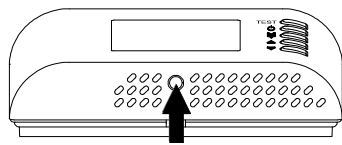

Fig. 2
- 2 Spingere con l'aiuto di un cacciavite, la linguetta plastica situata nella feritoia in basso fino a sollevare leggermente la calotta (Fig. 2).